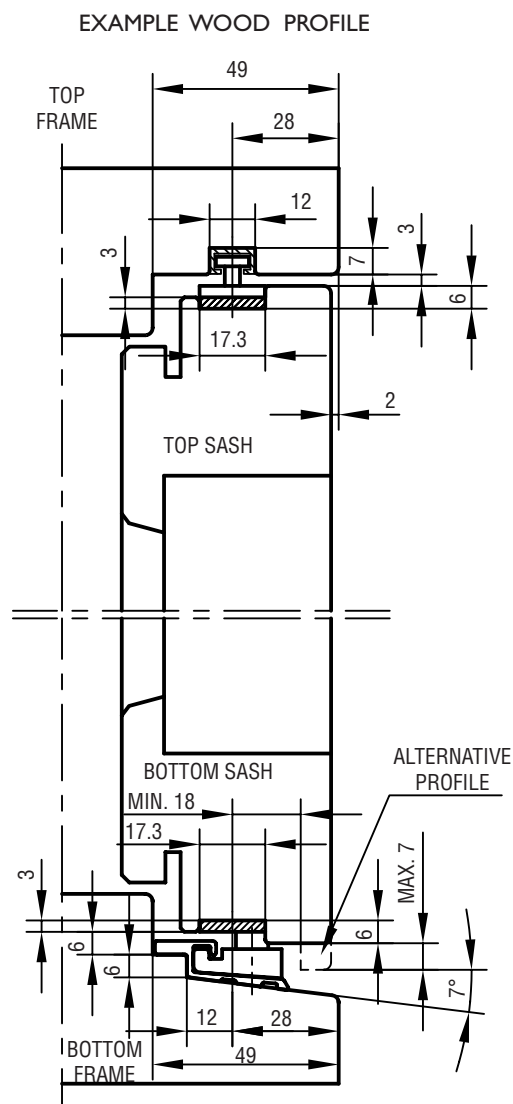

FIG. 1
1. FIT THE ALUMINIUM RAILS INTO TOP AND BOTTOM FRAME SO THAT THE BOTTOM RAIL IS PLACED AGAINST THE FRAME ON THE HINGE SIDE. FASTEN THE SCREWS (FIGURE 1 AND 2).